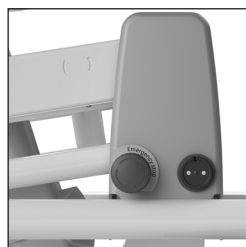

Figura 31. Punto de recarga.
- El punto de carga se encuentra en el lado derecho del asiento (1) (Ver figura 31).
- Conecte el cargador al Reflex XL/Reflex XXL (Ver figura 31).